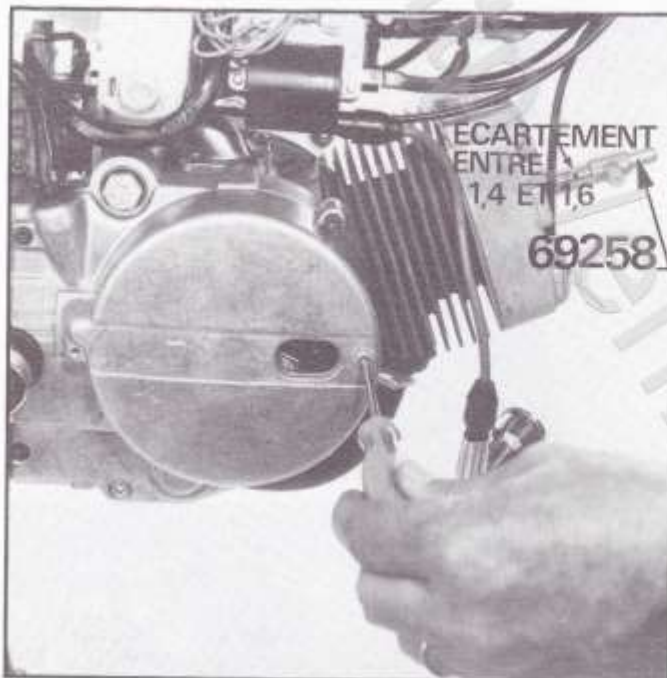

Fig. 71
- Tourner le tambour d'embrayage (C) **dans le sens contraire de la marche**, pour que la tige inférieure descende,
- l'écartement entre les deux tiges de l'appareil 69258 doit être compris entre 1,4 et 1,6 mm (fig. 71).